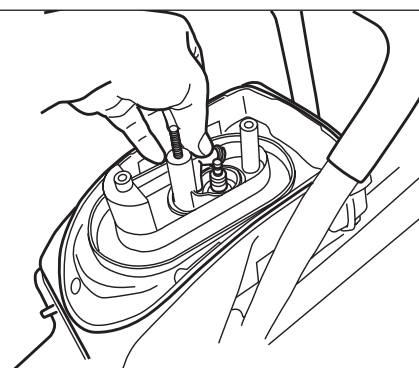

Figura 14
4. Quite el casquillo de la bujía y extraiga ésta con la llave de bujías. Ver la Figura 14. Compruebe si el electrodo de la bujía está impregnado de combustible.